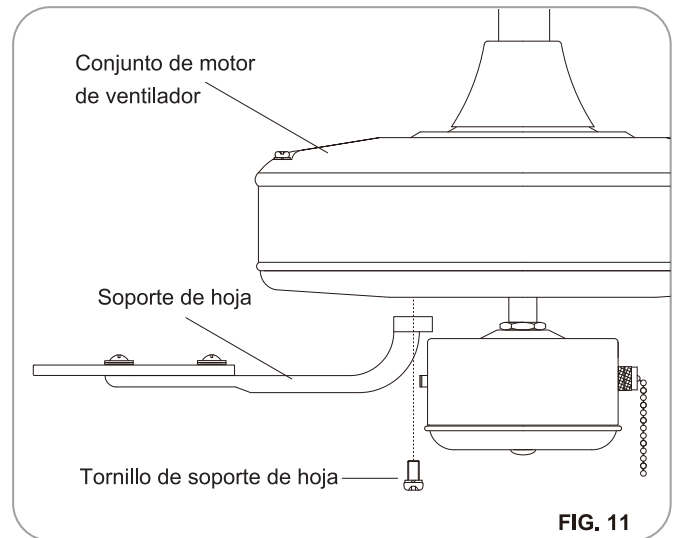

FIG. 11
Paso 2. Gire el motor a fin de que los agujeros de los tornillos de motor están alineados con los agujeros en el soporte de hoja y fije con tornillos adecuados. Repita el proceso para los demás soportes de hoja. (Fig. 11)